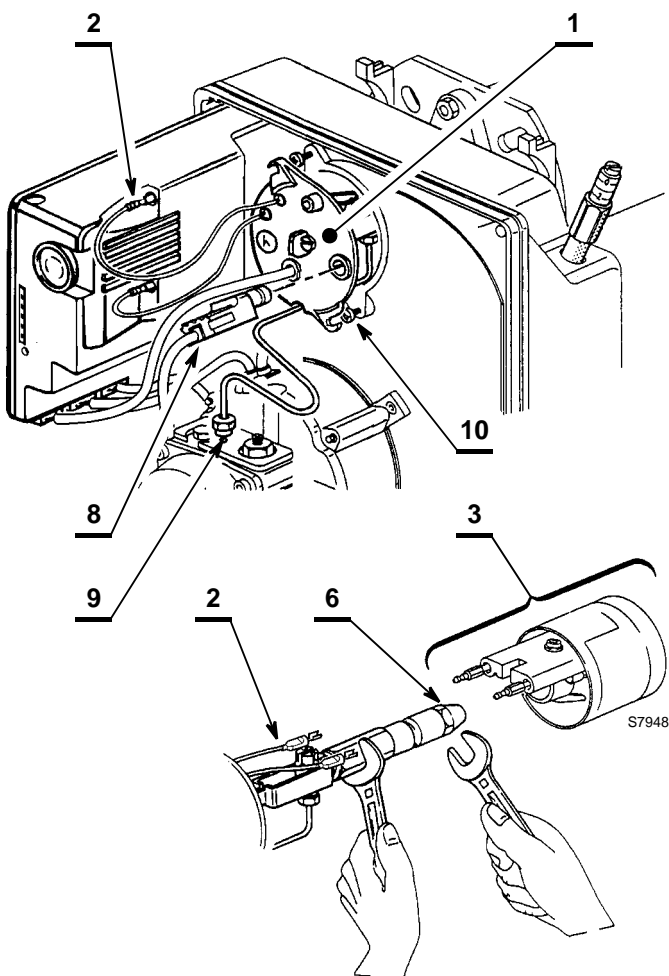

Fig. 21
Se puede acceder a la boquilla, al disco estabilizador y a los electrodos de dos modos, ver Fig. 21 y Fig. 23:
- extraer los cables 2) (Fig. 21) de la caja de control y la fotoresistencia 8), y desenroscar la tuerca 9) de la bomba.